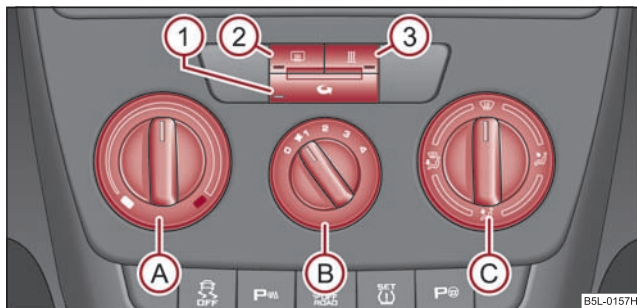

Fig. 137 Încălzirea: Elementele de comandă
- Rotiți regulatorul rotativ **(A)** ⇒ fig. 137 spre dreapta pentru a mări temperatura.
- Apăsați tasta  - lampa de control din tastă ⇒ pagina 107, fig. 137 se aprinde.
Când regulatorul  se află în poziția  ⇒ pagina 107, fig. 137, recircularea aerului este oprită automat. Prin apăsarea repetată a tastei  puteți porni recircularea aerului și în această poziție.